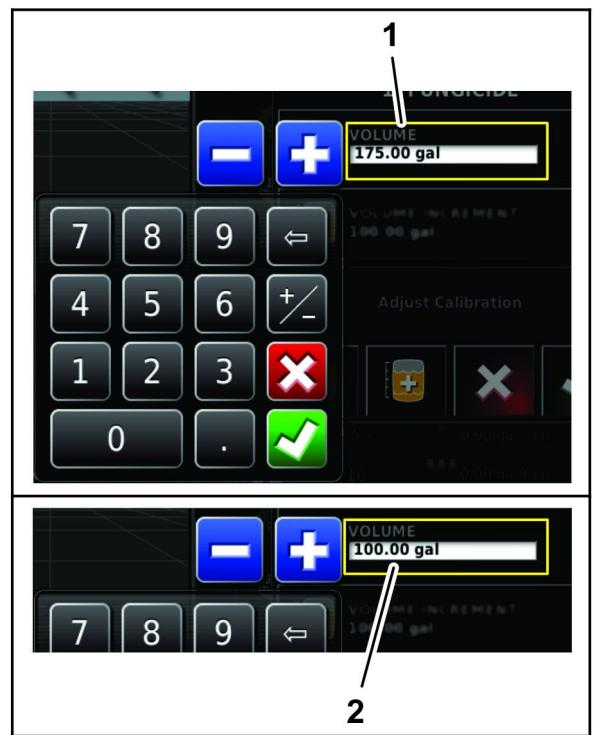

図 38
- タンク内の最終の容量例えば散布前の薬剤量水の量を入力する場合には、その最終合計量を入力し、承認アイコンを押し、さらにタンク満量ウインドウの承認アイコンを押してください図38。